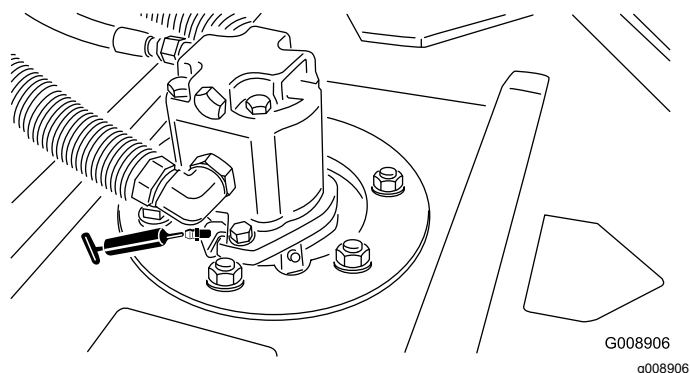

Figure 44
- 2 (par unité de coupe) roulements d'axe de pivot d'unité de coupe (Figure 44)